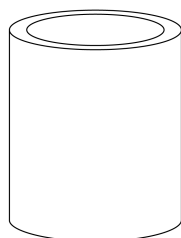

Figure 4 : Accessoire de sertissage Qualcrimp
- **Accessoire de sertissage Qualcrimp (Figure 4)**